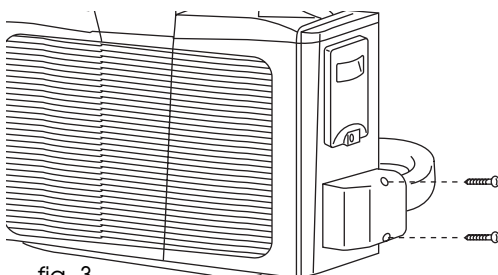

fig. 3
- 1) Svitare le due viti del coperchio di protezione raccordi situato sull'unità esterna. (Fig. 3).